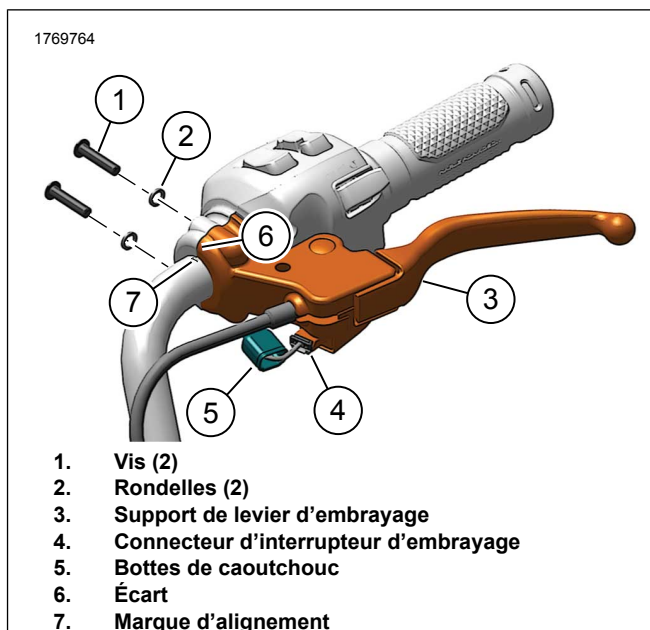

Figure 4. Support de levier d'embrayage
1. Voir la Figure 4. Retirer le support du levier d'embrayage.
- a. Faire glisser la gaine en caoutchouc (5) vers l'arrière.
- b. Débrancher le connecteur du commutateur d'embrayage (4).
- c. Enlevez les vis (1).
- d. Retirer les rondelles (2).
- e. Retirer le support du levier d'embrayage (3).
- f. Si la vis d'alignement a été retirée, installer et serrer la vis d'alignement (4).
5. Voir la Figure 4. Installer le support du levier d'embrayage.
- a. Placer le support du levier d'embrayage (3) sur le support de LHCM .
- b. Installer les vis (1) et aligner l'espace (6) avec la marque d'alignement (7).